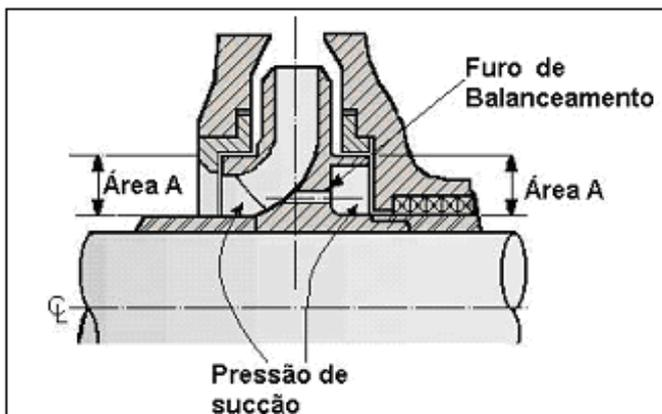

Fig. 40 - Furos de Balanceamento
- 2) Furos de balanceamento (*balancinha holes*) (fig. 40).